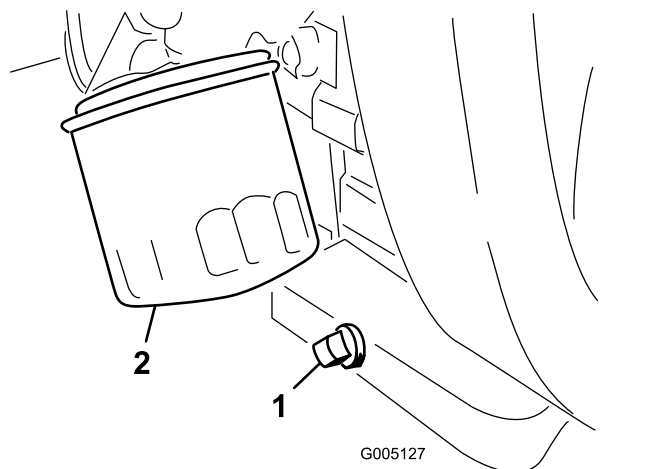

Bild 29
- Entfernen Sie die Ablassschraube (Bild 29) und lassen Sie das Öl in die Auffangwanne ab.
2. Reinigen Sie den das Gewinde der Ölablassschraube, bringen Sie etwas PTFE-Dichtmittel auf und schrauben Sie die Ablassschraube wieder auf (Bild 29).
3. Entfernen Sie den Ölfilter (Bild 29).